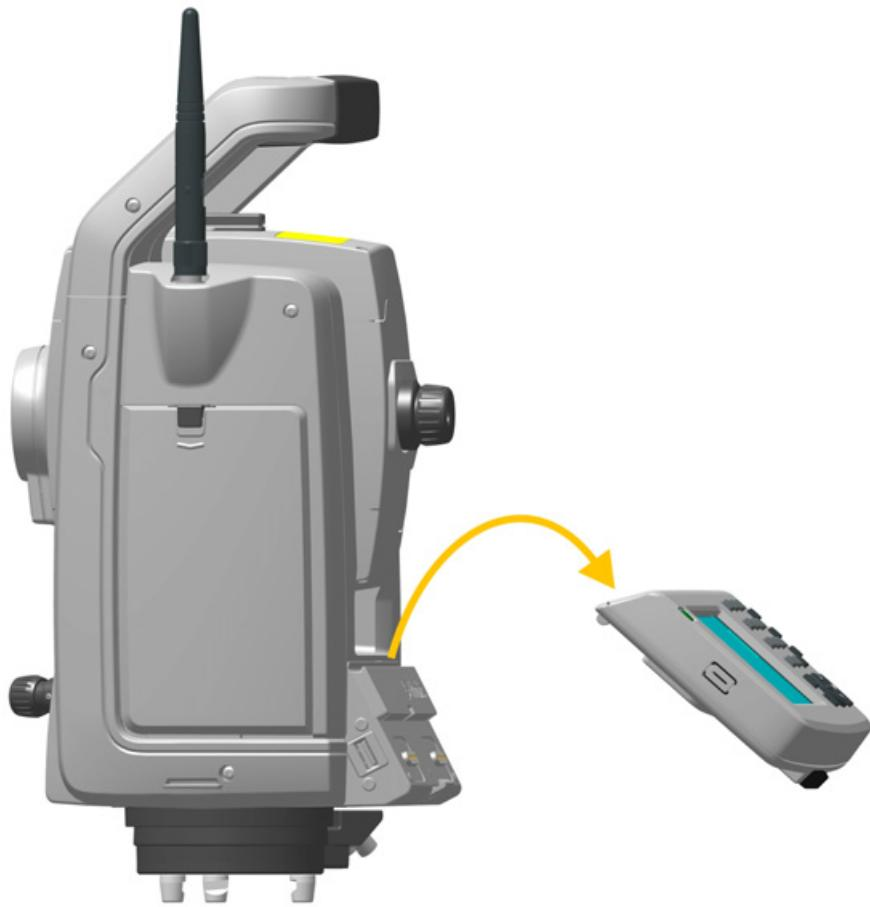

Рисунок 4.15. Снятие ТСУ с инструмента
3. Снимите верхнюю часть TCU с верхнего края держателя контроллера и снимите TCU с инструмента, рис. 4.15.